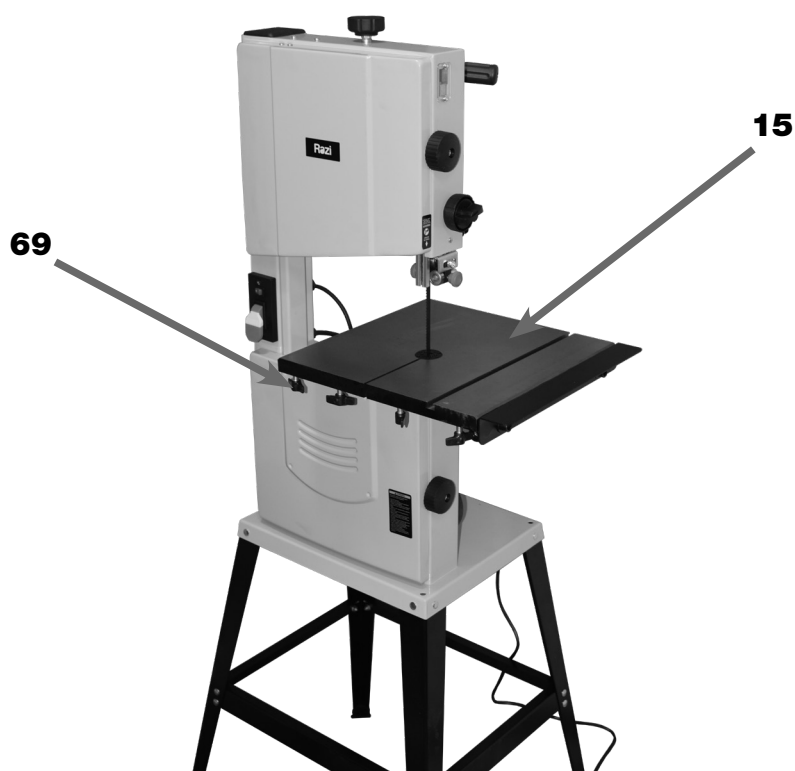

FIGURA 22 – Instalação dos Parafusos Borboleta sob a Mesa de Corte
3. ROSQUEAR parcialmente os 4 Parafusos Borboletas (69) na parte frontal sob a Mesa de Corte (15), de acordo com a figura 22;